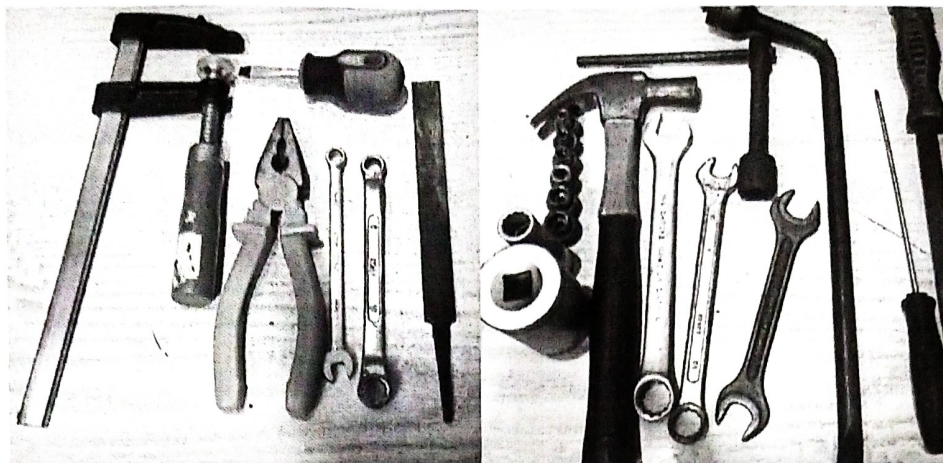

Рисунок 3 – Примеры различных автослесарных инструментов.
- Автослесарный инструмент. К автослесарным инструментам относят ключи, торцевые головки, воротки, трещотки, переходники, удлинители, молотки, отвертки и т.д. (рисунок 3). Данные инструменты используются в любом автосервисе вне зависимости от набора оказываемых услуг, они помогают снять хорошо закрепленные детали и агрегаты с машины, например, используя для этой цели самые различные наборы ключей, а также провести другие сложные технические или ремонтные работы.